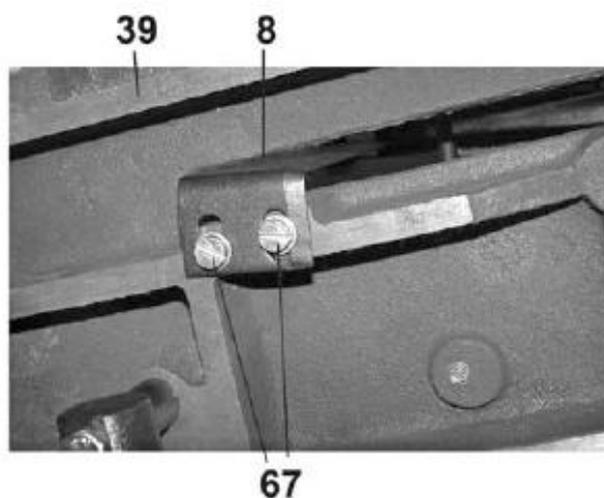
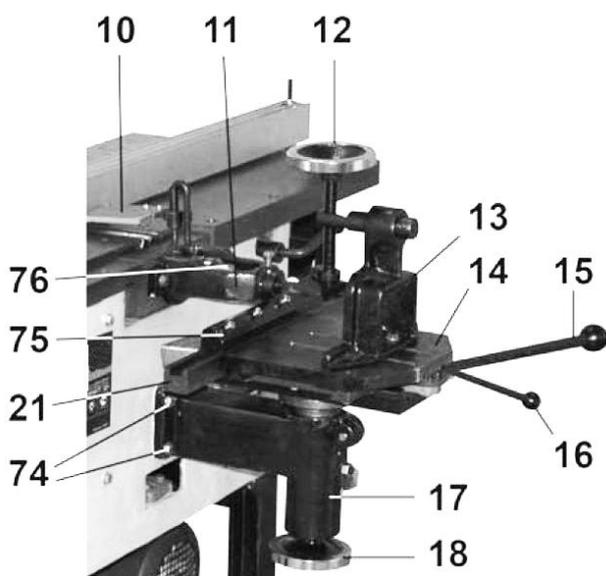
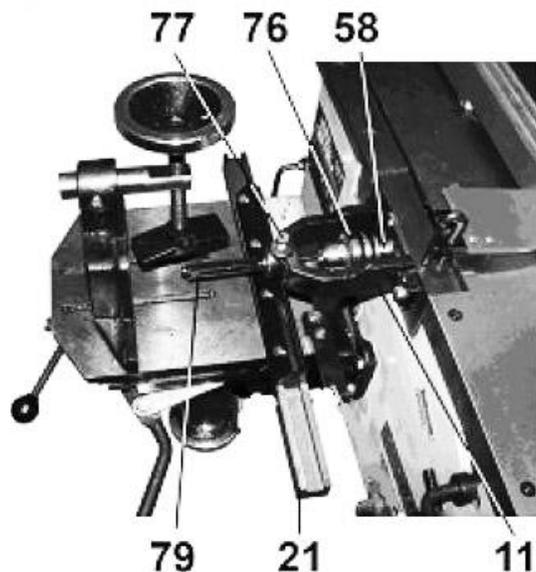
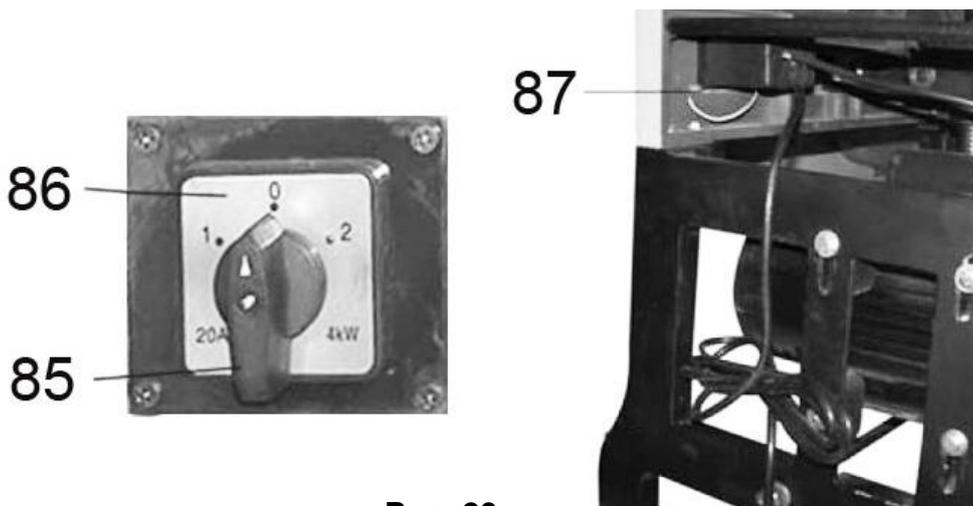

**Рис. 10**
Рис. 16
Рис. 17
Рис. 20
- На рабочий вал (58) (Рис. 10), в соответствии с направлением вращения, установите пильный диск (7) (Рис. 2, 10), в зависимости от посадочного отверстия (25,4 мм. или 30 мм) установите наружный фланец (62) (Рис. 10). Для надёжного крепления пильного диска (7) (Рис. 2, 10) перед гайкой (59) (Рис. 10, 11) на рабочем валу (58) (Рис. 10) установите промежуточное кольцо (60) (Рис. 10, 11) и кольцевые прокладки или свободный фланец (61) (Рис. 10).
Установите и четырьмя винтами (74) (Рис. 16) с шайбами надёжно закрепите стойку 17 (Рис. 16).
- На стойке (17) (Рис. 16) в соединение «ласточкин хвост» установите подвижный стол (14) (Рис. 16).
- На подвижном столе (14) (Рис. 16) установите и закрепите болтовым соединением упорную стойку (13) (Рис. 16) и направляющую (21) (Рис. 16) для установки держателя (75) (Рис. 16) заточки строгального ножа. В специальное отверстие упорной стойки (13) (Рис. 16) установите и зафиксируйте прижимное устройство (12) (Рис. 16).
- На конус рабочего вала (58) (Рис. 17) установите сверлильный патрон (76) (Рис. 17).
- Установите и закрепите болтовым соединением держатель пазовальной насадки (11) (Рис. 16).
- В сверлильном патроне (76) (Рис. 17) закрепите сверло пазовальной насадки (79) (Рис. 17), долото пазовальной насадки (79) (Рис. 17) закрепите винтом фиксации (77) (Рис. 17).
- Установите и закрепите крышку клеммной коробки (81) (Рис. 18А) вниз входным отверстием (80) (Рис. 19А). Выполните заземление корпуса станка через резьбовое отверстие, указанное стрелкой или заземляющий контакт (87) (Рис. 20).
- Перед каждым подключением шнура питания станка к источнику питания установите ручку (85) (Рис. 20) трёхпозиционного переключателя (86) (Рис. 20) в положение «0».
- Шнур питания станка подключите к источнику питания. Для включения станка переведите ручку (85) (Рис. 20) в одно из выбранных положений «1 или 2».
- Для выполнения операций: строгание поверхности, строгание в размер по толщине, выборка четверти, пиление, выборка пазов и снятие фаски ручку (85) (Рис. 20) установите в положение «2».
- Для выполнения операций: сверление и выборка паза пазовальной насадкой - ручку 85 (Рис. 20) установите в положение «1».
- Перед изменением направления вращения рабочего вала (58) (Рис. 11), установкой ручки (85) (Рис. 20) в положение «1», во избежание самооткручивания гайки (59) (Рис. 11) с рабочего вала (58) (Рис. 11) должны быть демонтированы пыльный диск (7) (Рис. 2), насадные фрезы (63) (Рис. 11), фланцы (61 и 62) (Рис. 10), кольцевые прокладки, промежуточное кольцо (60) (Рис. 10) и гайки (59) (Рис. 10).
- Включение и отключение рабочего режима станка осуществляется выключателем – (85) (Рис. 20).
- Для включения станка необходимо повернуть ручку переключателя (85) (Рис. 20) в положение «1» или «2» в зависимости от необходимого направления вращения ротора двигателя.
- Перед выполнением строгания (фугования) демонтируйте пыльный диск (7) (Рис. 10), насадные фрезы (63) (Рис. 11), сверлильный патрон (76) (Рис. 17) и ручкой (41) (Рис. 5) отключите автоподачу. Участок рабочего вала, не принимавшего участия в строгании заготовки, должен быть закрыт защитной планкой (10) (Рис. 16).